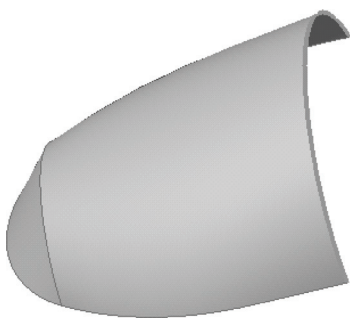

图 10-36 打开模型文件
STEP 01 单击快速访问工具栏中的“打开”按钮，打开模型文件，如图 10-36 所示，在绘图区中选择合适的曲线。